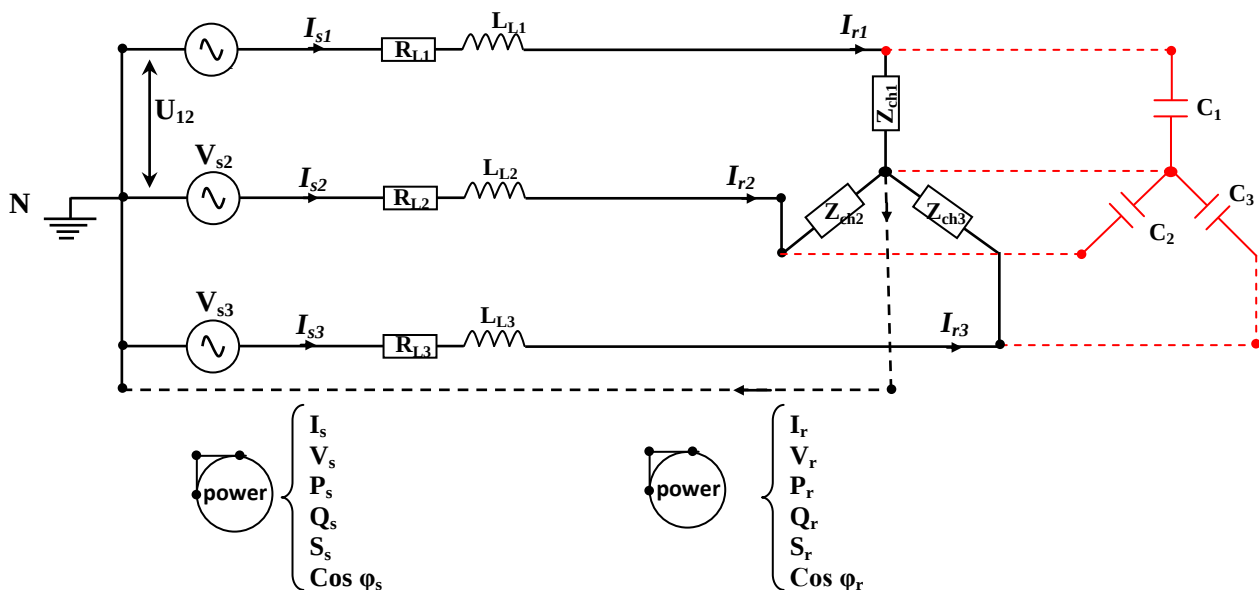

Figure .1. Schéma équivalent d'une ligne avec compensation série pour une charge inductive.
• La figure 1 présente toutes les schémas réalisés durant le TP.
- Réaliser le montage de la figure 1.